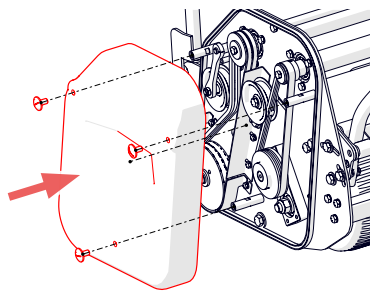

Fig. 16L - Volver a colocar la tapa
- v. Prueba: vuelva a colocar el protector de la correa y fíjelo con los tornillos exteriores (fig. 16L). Desacople la palanca de corte.